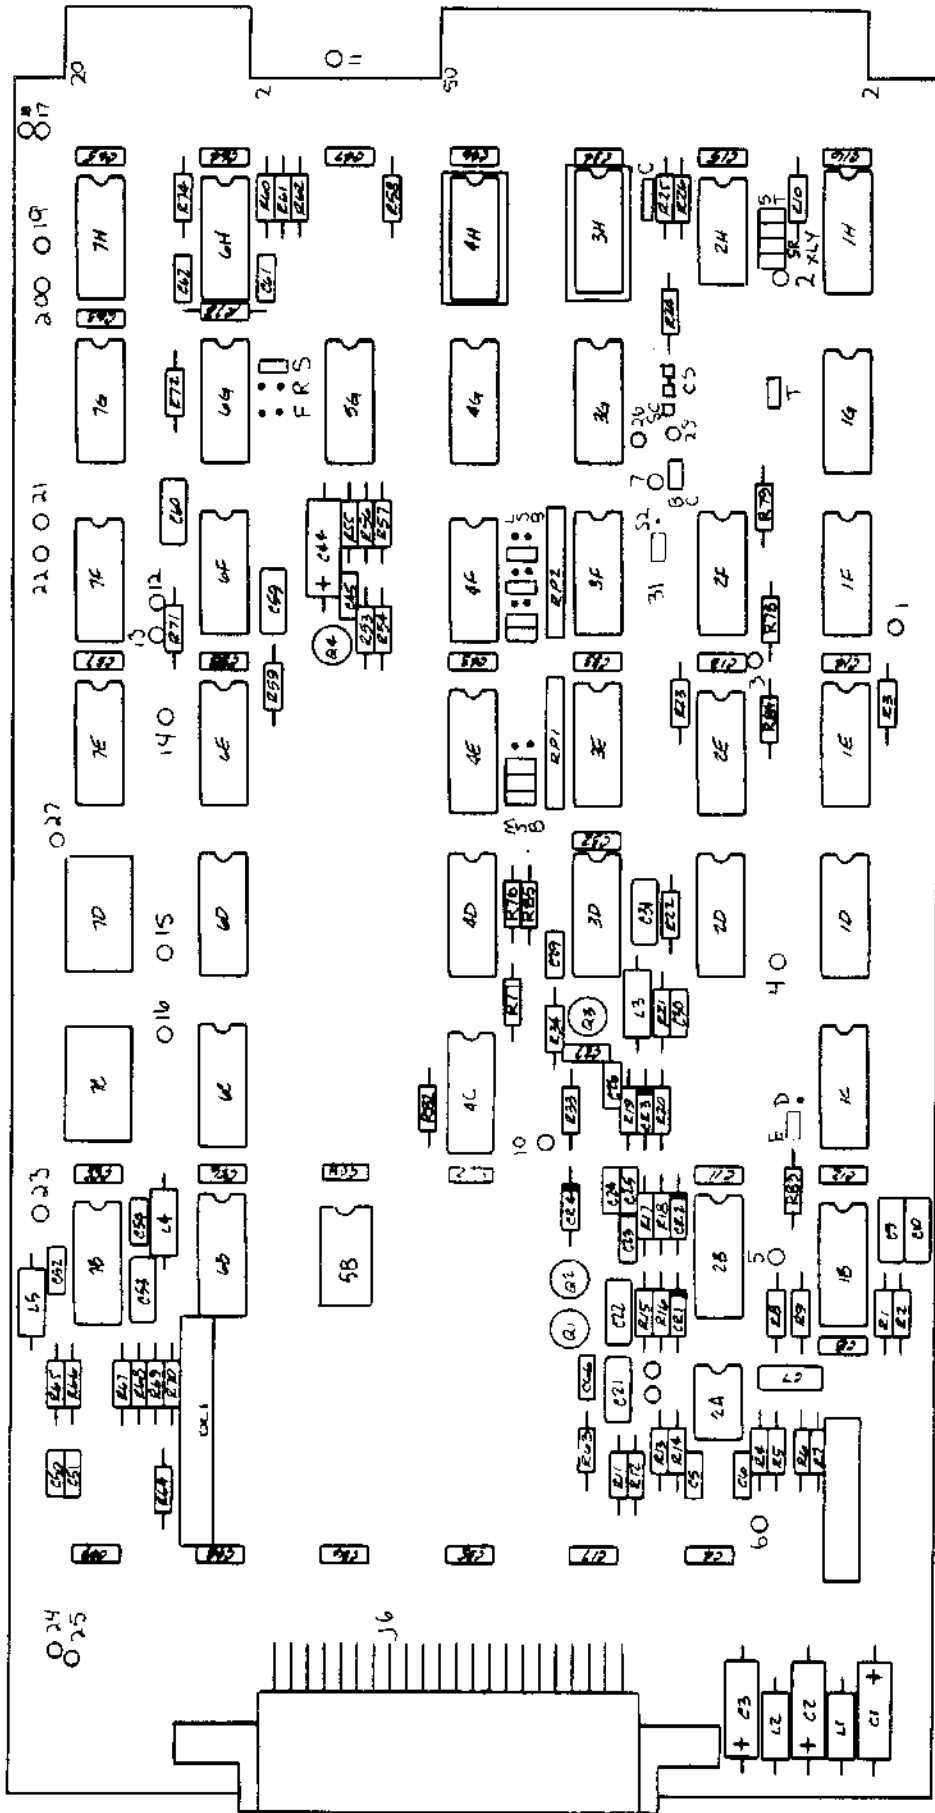

Figure 23. Control PCB
7.4 JUMPER OPTIONS (Control PCB) (Fig. 23)